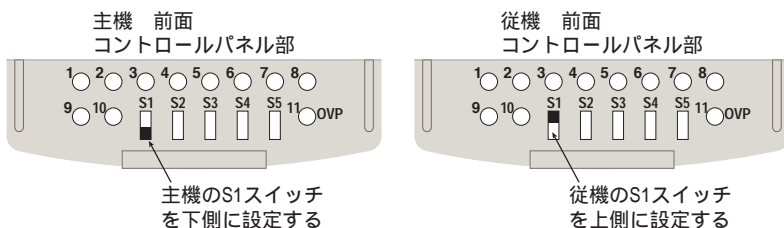

図 4-21 ワンコントロール直列運転のコントロールスイッチの設定
5. 主機および従機のコントロールスイッチ S1 をそれぞれ図 4-21 のように設定します。